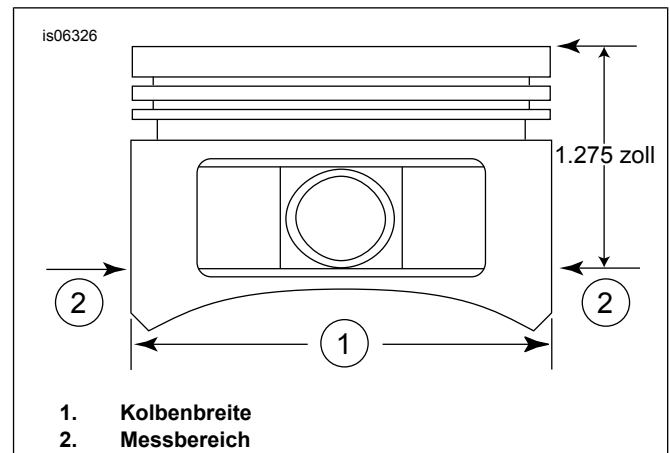

Abbildung 2. Kolbenmessungen
5. Siehe Abbildung 2 >. Die Kolbenbreite (1), 90 Grad horizontal von beiden Seiten des Pleuellagerbolzenlochs und 32,38 mm (1,275 in) unterhalb der Pleuellagerbodenfläche (2) messen. Die Passung zwischen Pleuellager und Zylinder an dieser Stelle aus Tabelle 11 ablesen.